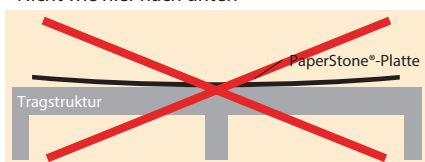

Abb. 1
- Manchmal bildet sich eine natürliche „Wölbung“ im Material. Das ist kein Problem. Stellen Sie sicher, dass die Wölbung der Arbeitsplatte nach oben zeigt. An diesem Punkt sorgen das Gewicht und die mechanische Befestigung der Arbeitsplatte an der Tragstruktur dafür, dass sie sich perfekt angleicht. [Abb. 1]